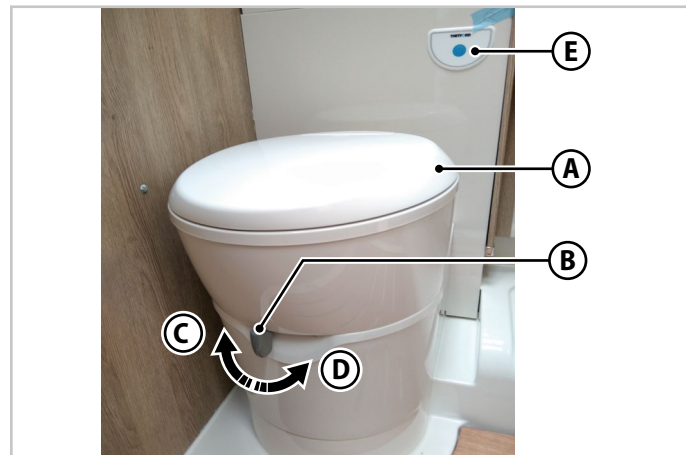

Fig.6.37 - Rinçage du WC
La partie supérieure du WC (**A** - Fig.6.37) peut tourner vers la droite ou vers la gauche pour optimiser l'utilisation des espaces.
1. Déplacer le levier (**B** - Fig.6.37) en position (**C** - Fig.6.37) pour ouvrir le volet d'évacuation.
2. Maintenir le bouton (**E** - Fig.6.37) de rinçage enfoncé pour le temps nécessaire.
3. Pour fermer le volet d'évacuation, déplacer le levier en position (**D** - Fig.6.37).
1. Vérifier que la trappe d'évacuation du WC est fermée : le levier **(B)** - Fig.6.37) doit être en position **(D)** - Fig.6.37).